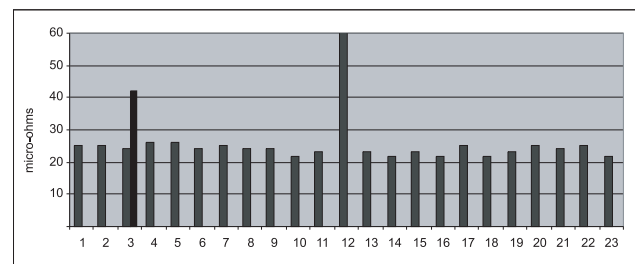

Figura 7 Graficul histogramă al rezistenței conexiunilor dintre celule
Graficul din figura 7 prezintă datele obținute de la un acumulator (CO) de telefonie cu 24 de celule. Vârful de la conectorul #12 (celulele 12-13) este o conexiune de cablu între niveluri. Conectorul #3 era în afara specificațiilor și s-a stabilit că unul din cele două șuruburi nu era înșurubat în mod corect. A fost reînșurubat și retestat. După reînșurubare a intrat în cele zece procente ale mediei grupului.